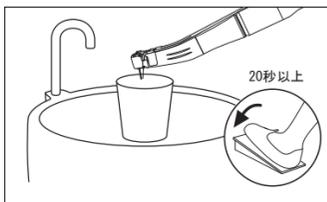

図12
- 3 ハンドピースを20秒以上作動させ、注水されていること、異常がないことを確認します。(図12)